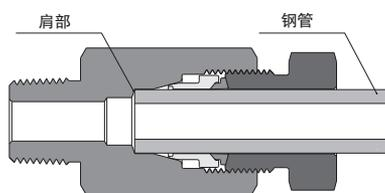

图2
2. 将管子插入到接头本体或阀体的端口上，拧紧卡套螺母至手紧位置，并确保管子稳固地抵在端口的肩部 (图 2)。